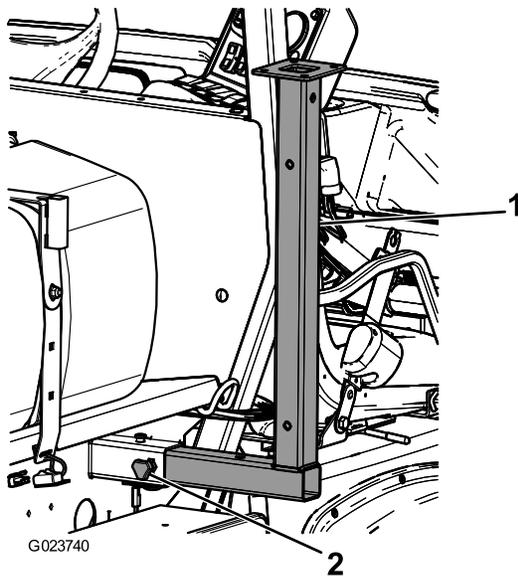

Рисунок 40
1. Вставьте передние подъемные опоры верхней стороной вниз в раму рядом с передними точками крепления (Рисунок 40).